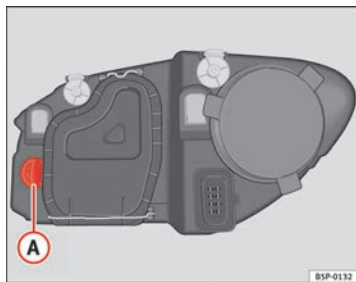

Abb. 185 Glühlampe für Blinker
- Die Fassung ⇒ Abb. 185 A nach links drehen und ziehen.